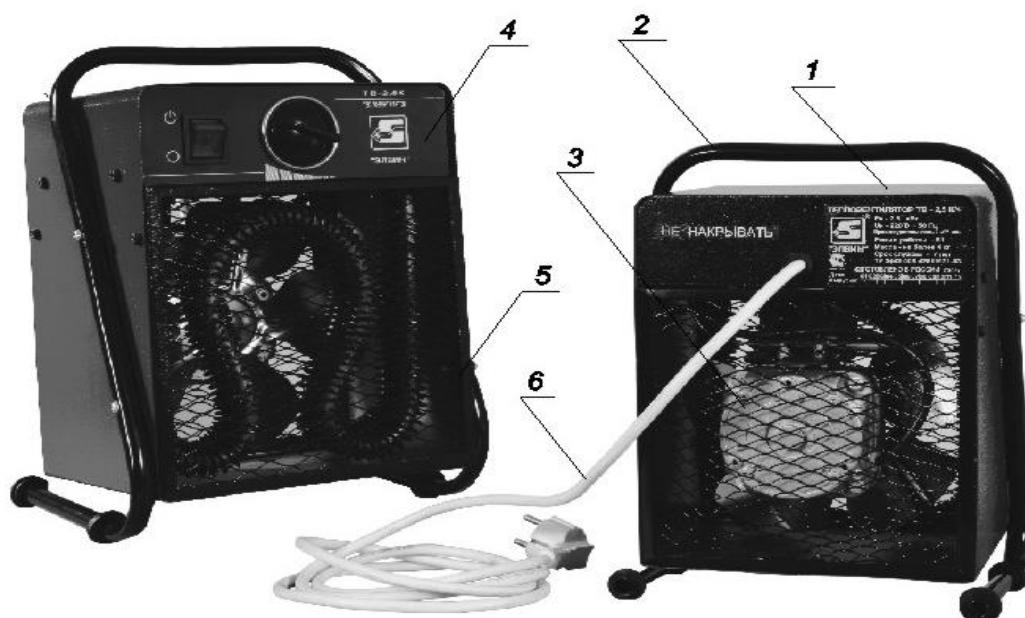

Рис.1. Тепловентилятор
Несущая конструкция тепловентилятора (см.рис.1) состоит из корпуса (1) и ручки – ножки (2). Двигатель с вентилятором (3) расположен в задней части тепловентилятора. Блок управления смонтирован на основании, расположеннном в корпусе. Органы управления вынесены на панель управления (4). Внутри корпуса расположены оребрённые трубчатые электронагревательные элементы, закрытыые с лицевой стороны тепловентилятора рамкой с сеткой.
Электрическая схема тепловентилятора приведена на рис.1 Приложения.